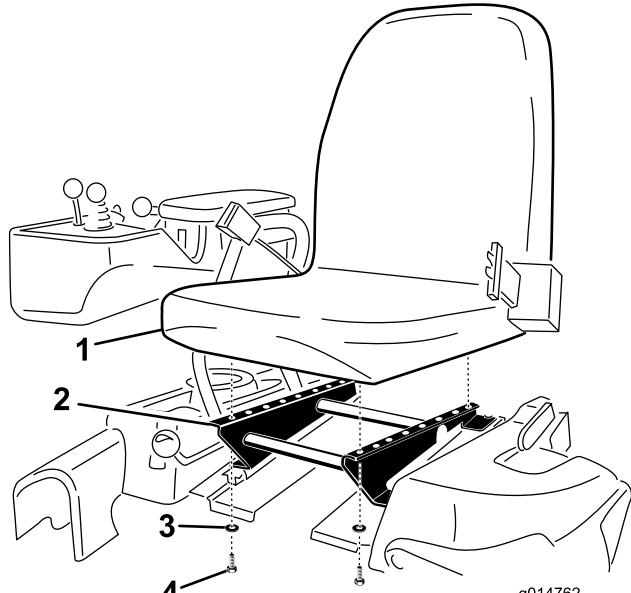

図 4
- 先ほど外したボルト4本とワッシャを使って運転席をシートベースに取り付ける図4。